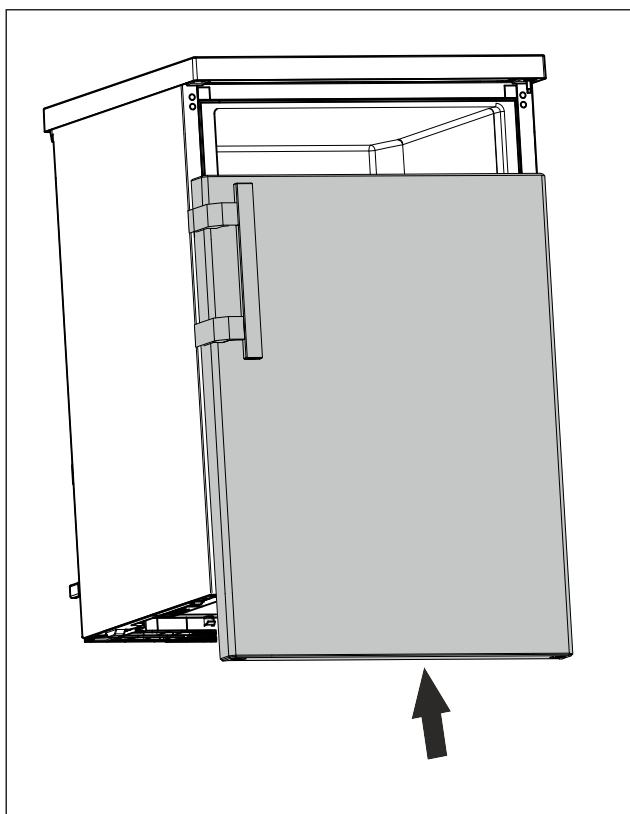

Fig. 19
- Skjut på dörr i stängt läge på övre bulten. (se Fig. 19)